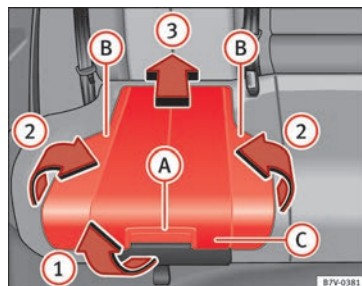

Fig. 93 Asiento integrado para niños: levantar el cojín.
- Tire del cojín hacia delante por la palanca de desbloqueo » **fig. 93 (A)** en la dirección de la flecha » **fig. 93 (1)**.
- Pliegue hacia arriba ambos lados » **fig. 93 (B)**, en el sentido de la flecha » **fig. 93 (2)**.
- Empuje hacia atrás el cojín » **fig. 93 (C)** en la dirección de la flecha » **fig. 93 (3)** hasta que se encastre.